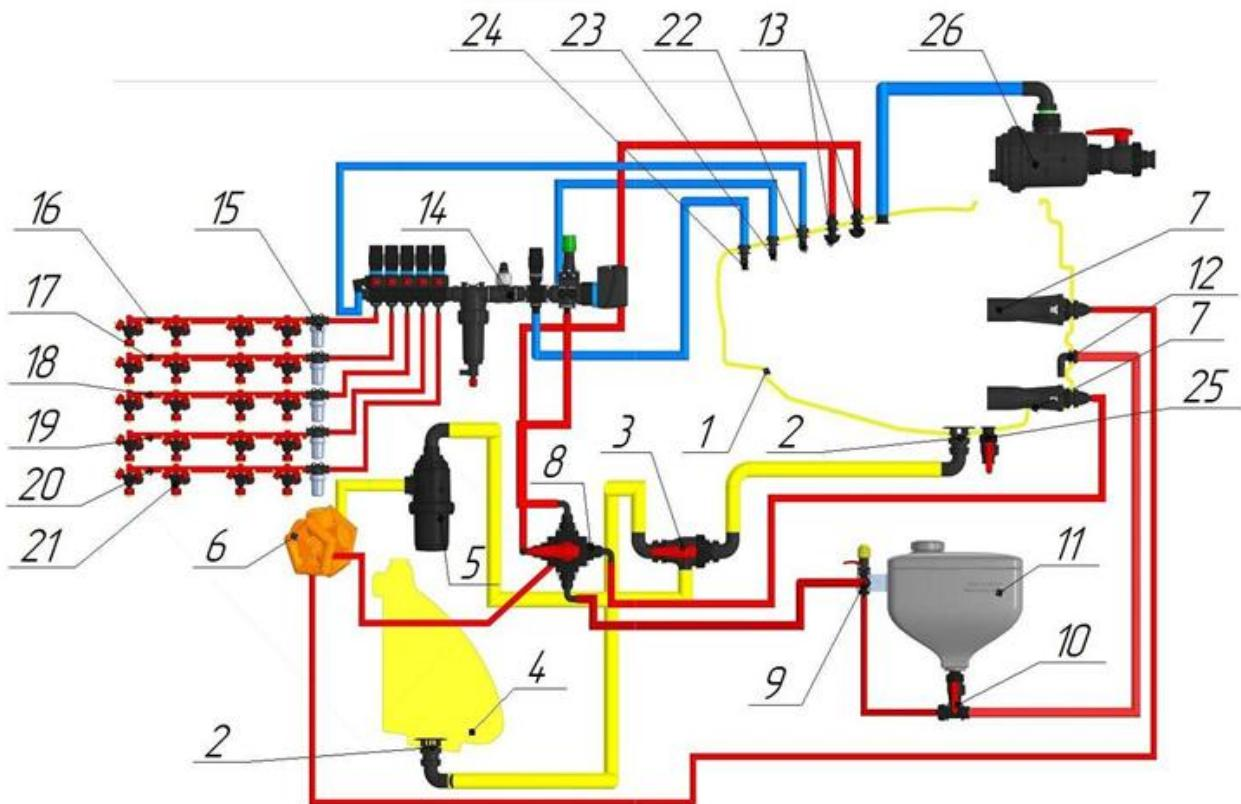

Рис. 5. Принципиальная схема системы распыления опрыскивателя
Принцип действия *системы распыления рабочей жидкости опрыскивателя* с регулятором распределителем компьютерной системы «Bravo» (рис. 5) состоит в следующем:
4.6.3. Коммуникация всасывающая состоит из воронкогасителей 2, крана 3 – х ходового 3, фильтра всасывающего 5, шлангов с крепежными элементами. Фильтр всасывающий расположен между баком и насосом и служит для 2-й ступени очистки рабочего раствора. Кран 25 позволяет по окончании работ проводить слив жидкости из бака 1 (см. рис.5).